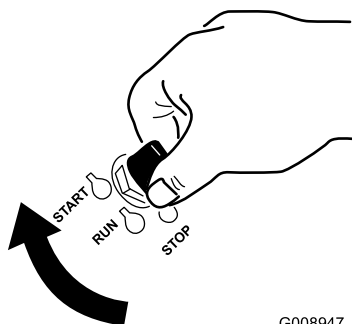

Figure 23
6. Tournez la clé de contact à la position DÉMARRAGE (Figure 23).